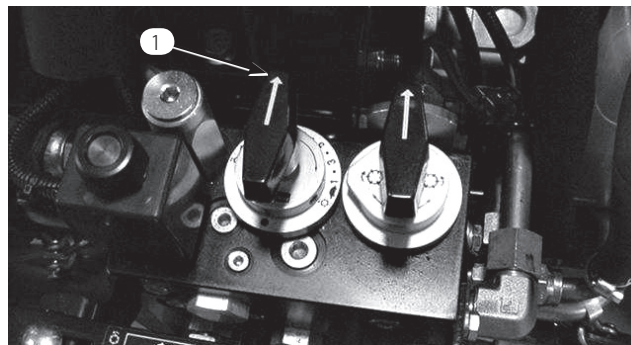

図 34
2. リール速度コントロールノブ（図34）を、ステップ 1 で決めた番号にセットする。